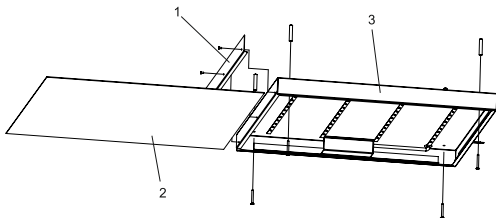

Рисунок 1
2.2 Накладной монтаж осуществляется следующим образом (см. рисунок 1):
- открутить 3 винта и снять боковую крышку (1) светодиодной панели;
- извлечь рассеиватель (2);
- закрепить корпус светодиодной панели (3) через имеющиеся отверстия непосредственно на поверхность потолка. Крепёж для накладного монтажа в комплекте не поставляется;
- в обратном порядке установить на корпус светодиодной панели (3) рассеиватель (2);
- установить боковую крышку (1) обратно и зафиксировать винтами.